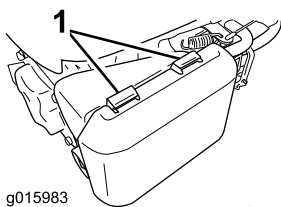

Рисунок 24
1. Нажмите книзу на язычки защелок наверху крышки воздухоочистителя (Рисунок 24).